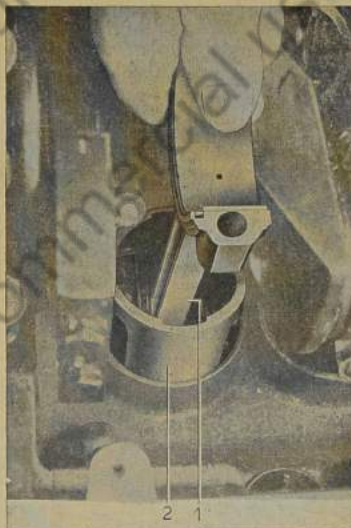

Bild 46: Kolben herausziehen
8. Pleuelstange mit Kolben in Richtung Kurbelwelle herausziehen (Bild 46).